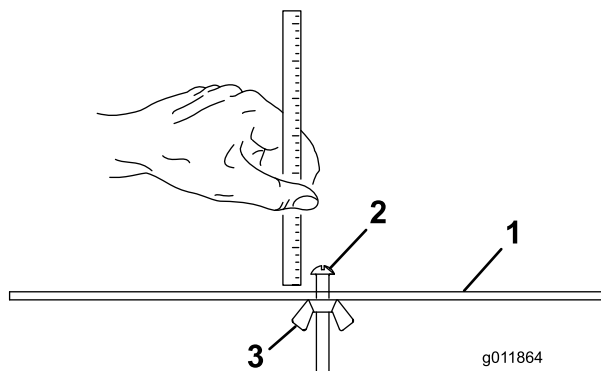

Figura 18
2. Allentate il dado sulla barra di misura (Figura 18) e posizionate la vite di regolazione all'altezza di taglio opportuna.